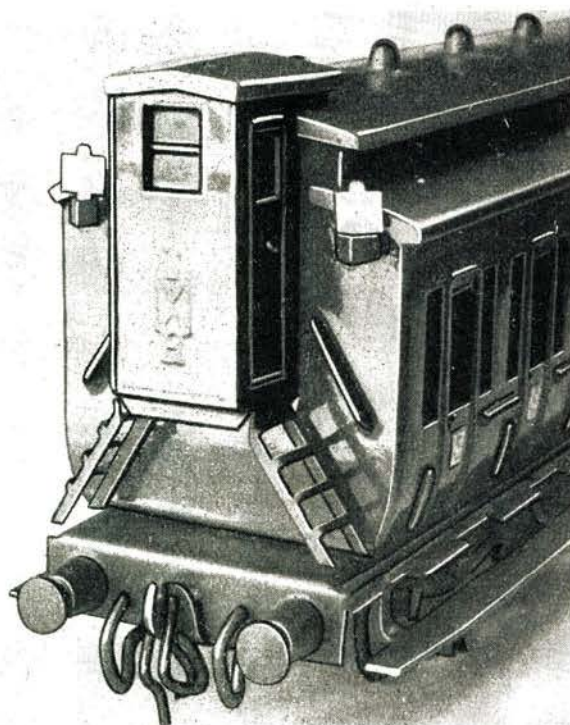
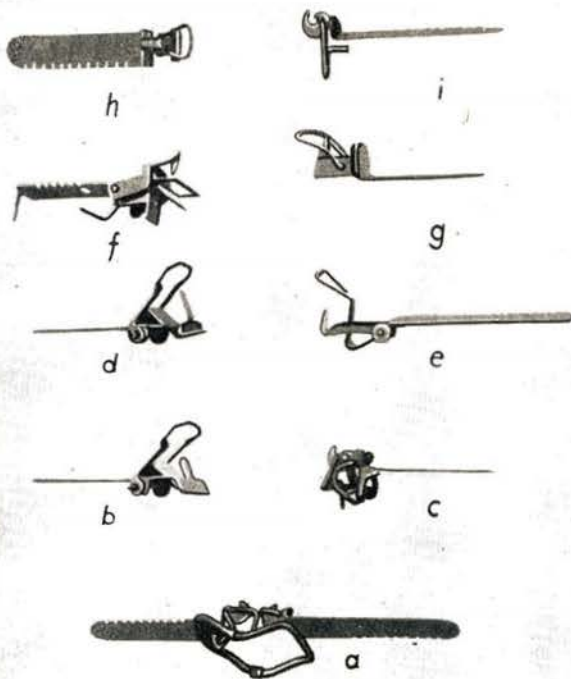

Bild 10 Das austauschbare Endkuppelungsstück ermöglicht es, jedes Fahrzeug bei Betriebsbedarf so auszustatten
Bild 12 Eine Kollektion erprobter austauschbarer Kupplungsstücke für verschiedenartige Betriebszwecke
**Zu 5.** Hier gilt das gleiche wie das zu 4. Gesagte. Wer einmal Züge mit Endkupplungen ausgestattet hat, wird auf diese eigentlich so selbstverständliche Nachbildung bei Modellzügen nicht mehr verzichten. Durch die Austauschmöglichkeit kann jedes Triebfahrzeug und jeder Wagen nach Bedarf damit ausgestattet werden (Bild 10). Für die Herstellung eines Endkupplungsstückes gemäß Bild 11 wird ein Zughaken nach Bild 7a verwendet. Das Gehänge und die Heiz- und Bremsschläuche werden aus Draht 1 mm  $\phi$  geformt (Bild 12).